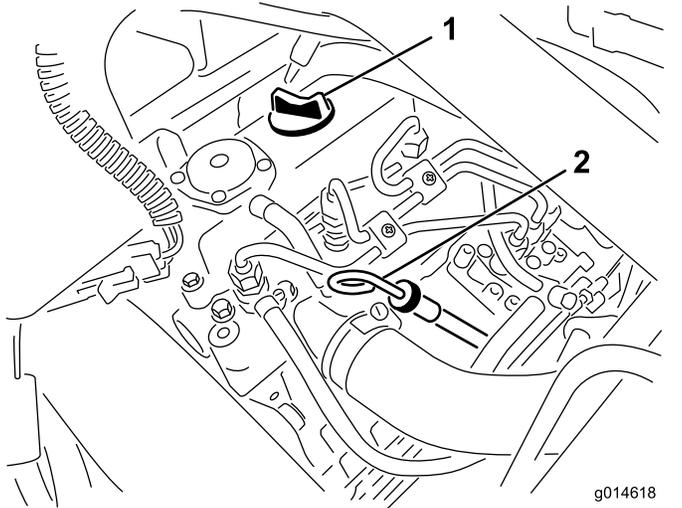

図 25
2. ディップスティックを抜きウエスで一度きれいに拭く(図 25)。